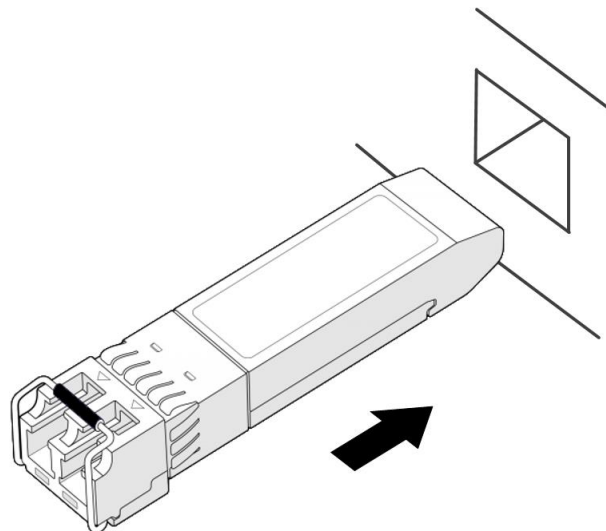

Рисунок 61 – Установка SFP-трансивера в слот
1) вставьте SFP-трансивер в слот (рисунок 61);